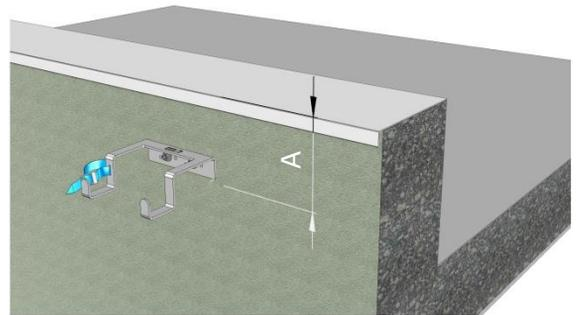

Abb. 1: LUX-top® LS III montiert an Stahlbetonfassade
1. LUX-top® LS III an Attika ausrichten und Lochbild anzeichnen (siehe Abb. 1). Abstand A so wählen, dass der korrekte Leiter-Anlegewinkel (65° bis 75°) eingehalten wird (siehe Abb. 2)!